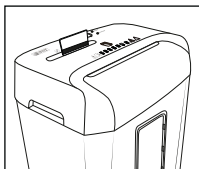

Fig. 4
Introduisez la carte de crédit par le haut et centrée dans la fente de coupe des CD/cartes de crédit ❷ (voir fig. 4) et poussez l'interrupteur **REV/OFF/AUTO/FWD** ❸ en position **FWD** ("forward" [anglais] = en avant).